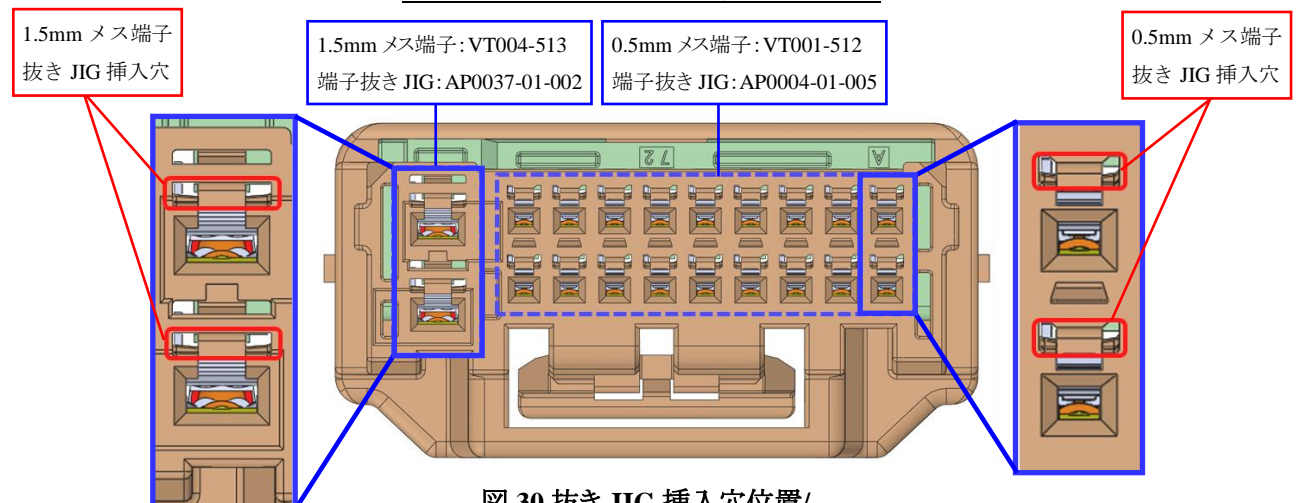

図 30.抜き JIG 挿入穴位置/
- ⑥JIG を落下させると JIG 先端が破損・変形する恐れがありますので、取り扱いには十分注意して下さい。
- ⑦使用する端子抜き JIG を間違えないでください。(図 30 参照)